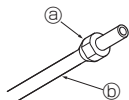

Fig. 5-5
5.2.3. Nameščanje matic (Fig. 5-5)